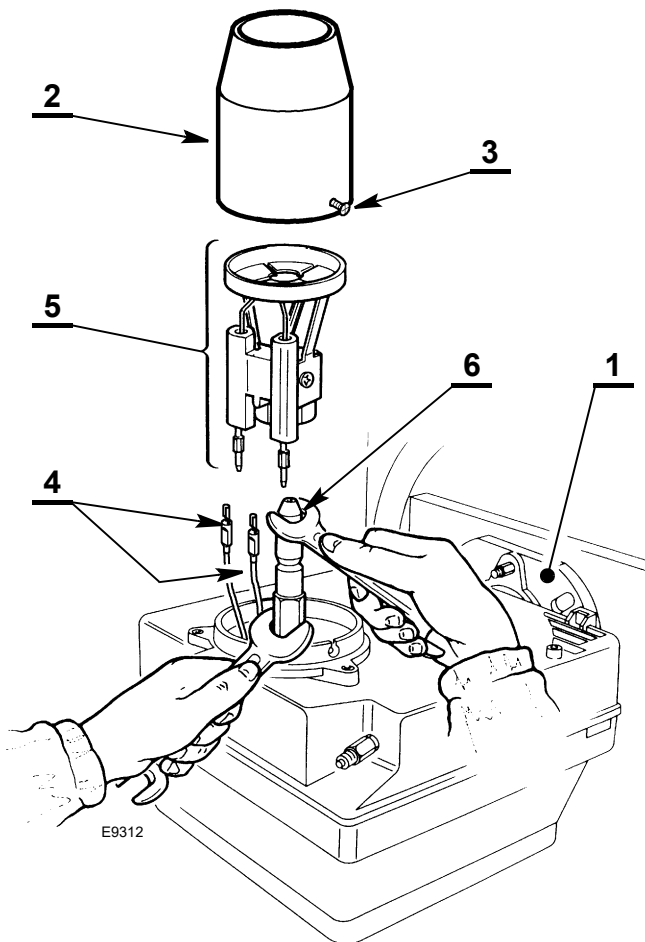

Рис. 12
- Закрепите горелку к фланцу 1) (Рис. 12), ослабьте винты 3), а затем снимите жаровую трубу 2).
- Замените и правильно затяните форсунку 6), как показано на Рис. 12.